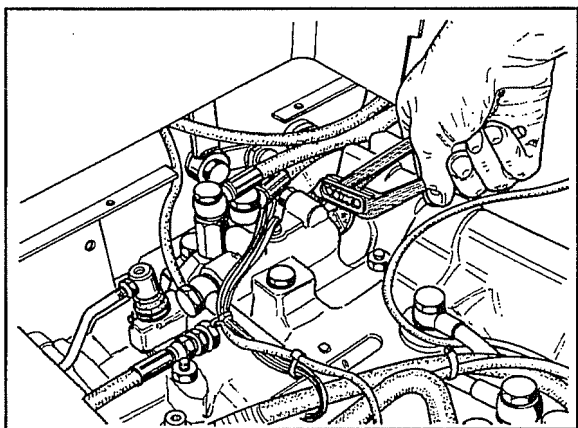
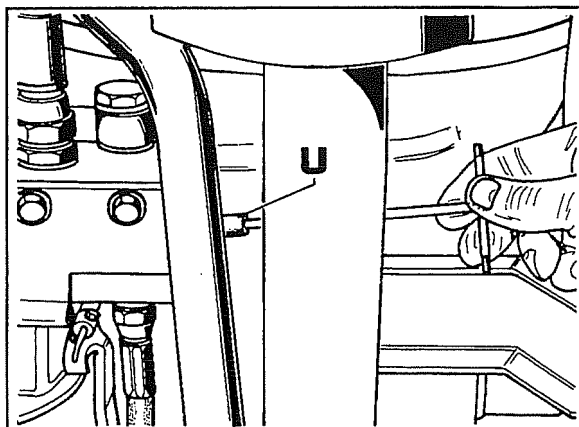

Fig. 24
Fig. 25
- a. Dopo aver tolto la protezione svitandola, azionare la vite di registro pressione del supporto distributori come mostra la fig.24, se eventualmente il manometro non dovesse riportarsi alla pressione di esercizio, occorre agire sul relativo comando valvola prioritaria (**U** fig.25) per ripristinare il valore, quindi bloccarla.
- b. Ottenuti i 150 bar sul manometro, agire nuovamente sulla vite di registro pressione del supporto distributori fig.24 fino ad abbassare il valore al di sotto dei 150 bar.